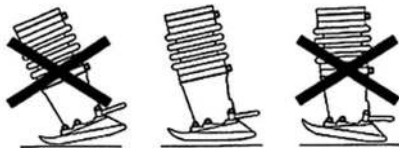

Рис. 8
- При трамбовании грунта башмак должен располагаться параллельно обрабатываемой поверхности (см. рис.8);